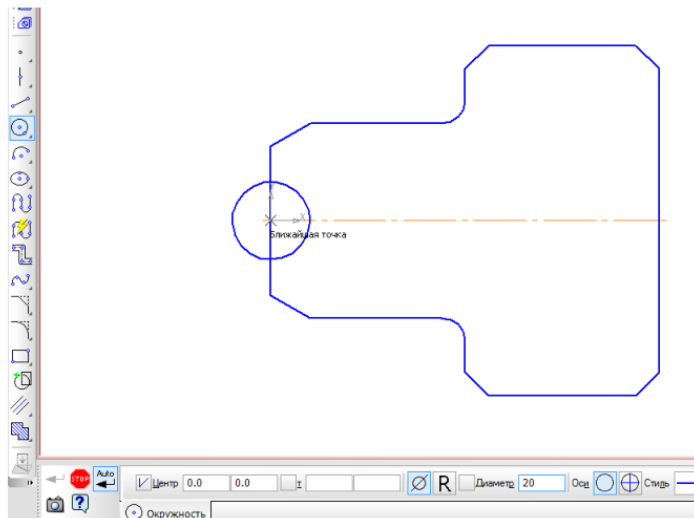

Рис. 100 – Построение команды Окружность
11. Построение горизонтальной прямой, определяющей на разрезе отверстие диаметром 40 мм, выберете команду **Окружность** в панели **Геометрия**. Зафиксируйте центр окружности в начало координат и введите диаметр 40, нажмите Enter или Ctrl + Enter и окружность построится автоматически (рисунок 100).